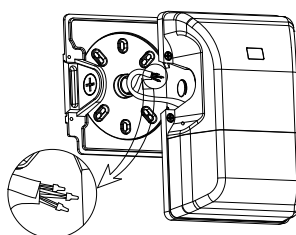

Fig. 5A
6. Make the electrical connections between the power leads (black, white and yellow green) and luminaire leads by using the wire nuts (Fig. 5A).
6. Effectuer les connexions électriques entre les fils d'alimentation (noir, blanc et jaune vert) et les fils du luminaire en utilisant des capuchons de connexion (Fig. 5A).